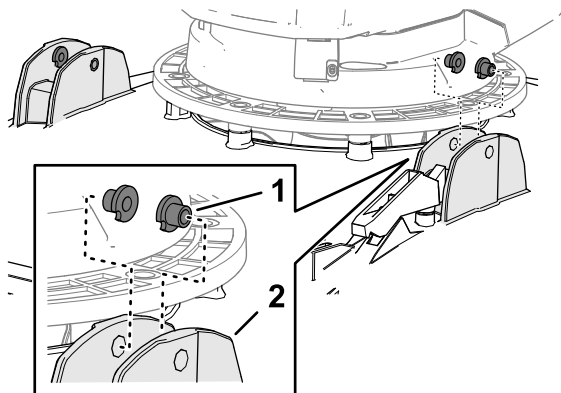

**Bild 5**
1. Setzen Sie die beiden T-Buchsen in die Holmflansche des Mähwerks ein (**Bild 5**).